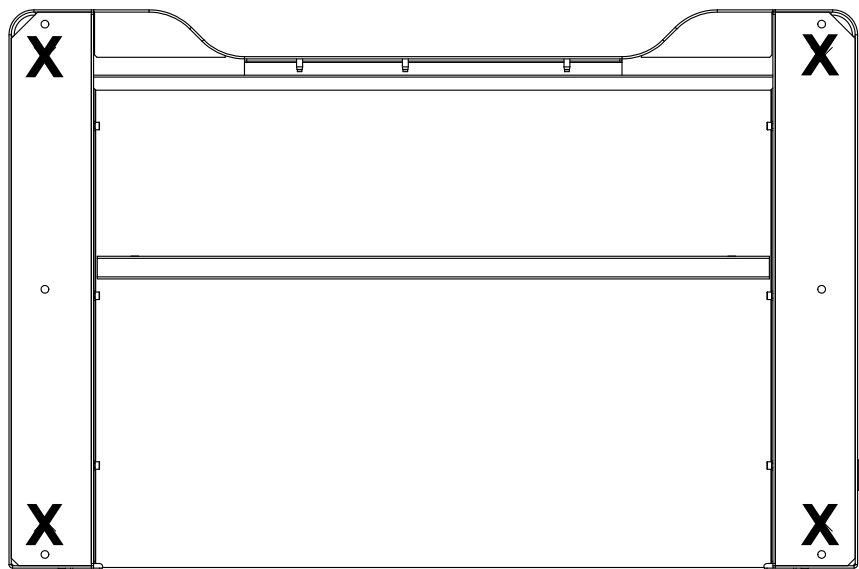

図 25. フレーム脚の位置を示すフレームの裏側
7. フレームを出荷用スキッドにボルトで固定するために、取り外したフレーム脚の位置を確認します。フレーム ベースの後部にある管状ブラケットを取り外し、フレーム脚を 83 ページの図 25 で示した位置に取り付けます。